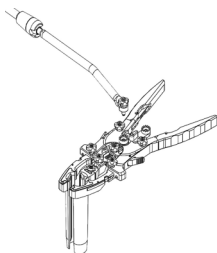

Abbildung 11
- Richten Sie die Zähne der Starburst-Anschlüsse am distalen Ende des **Gelenkarms** (ML-0061) oder der **Arm-Schnittstelle** (ML-0902) und am gewünschten Befestigungspunkt am **Retraktorrahmen** aus. Ziehen Sie die Baugruppe mit der Hand fest und sichern Sie sie mit dem **Sechskantschlüssel** (Abbildung 11).